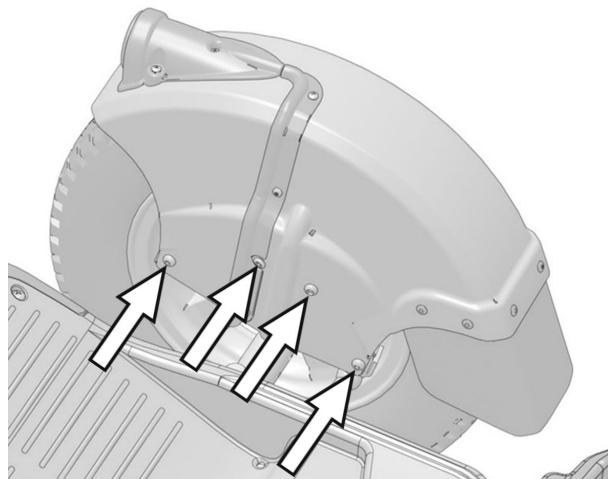

Bild 7. Framskärmarna sitter monterade med fyra skruvar vardera
1. Framskärmen sitter monterad med 4 st. skruvar. Se bild. 7.